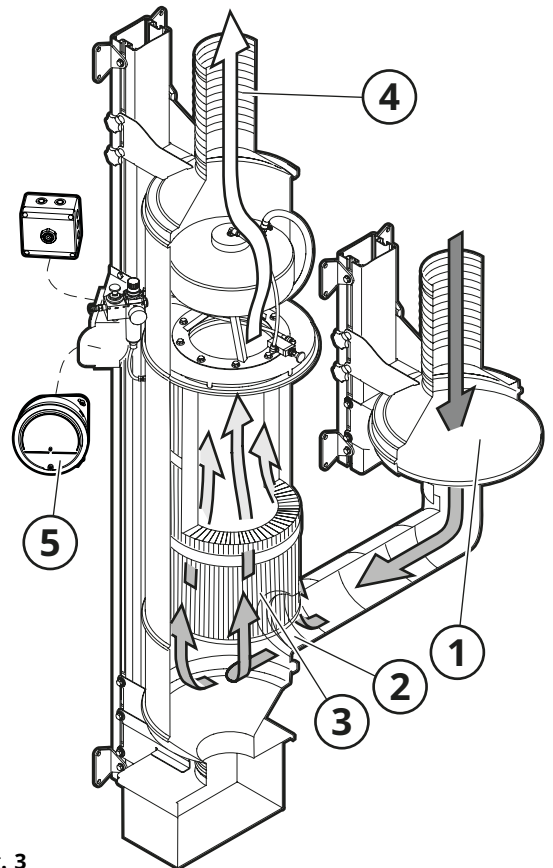

Fig. 3
L'air sale est admis via le préfiltre CVM (1, **Fig. 3**), qui réduit les étincelles éventuelles. L'air traverse ensuite l'entrée (2) et est nettoyé à travers le filtre à montage vertical (3). L'air propre est ensuite aspiré via l'entrée (4) vers le ventilateur d'extraction.